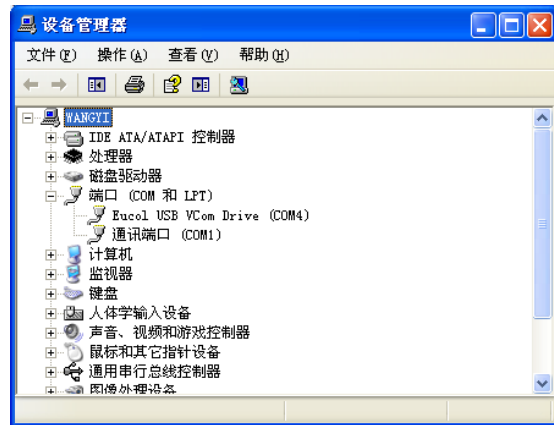

图 5-8 USB CDC 设备
- 安装完成后即可以在电脑的设备管理器中看到 USB CDC 设备，如图 5-8。